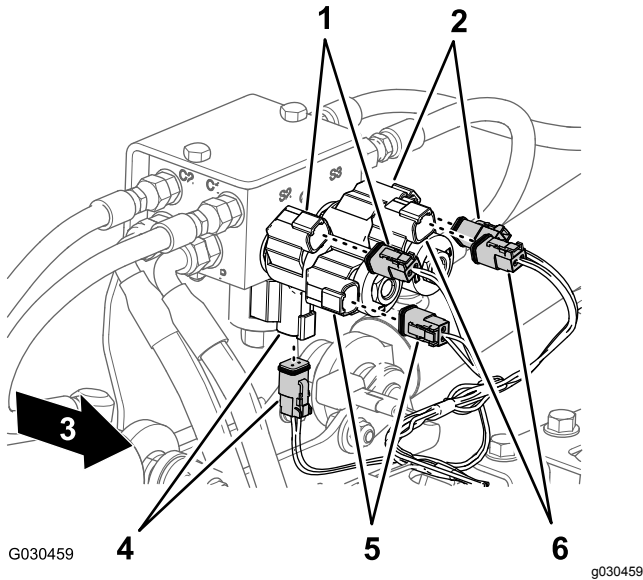

Figura 39
- Na traseira da máquina, desligue os seguintes conectores de 2 tomadas (Figura 39) para o coletor do cilindro de elevação desta forma: